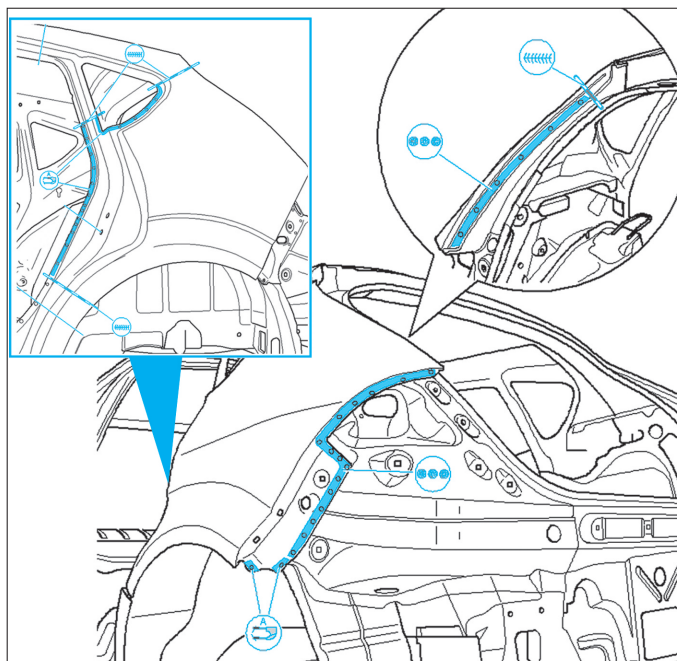

FIG. 56
- Effectuer les soudures correspondantes (Fig.56).